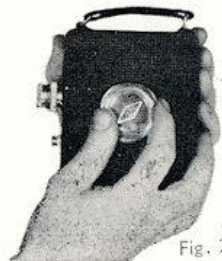

Fig. 2
Pour ouvrir la Caméra, tourner le bouton molleté marqué « CHRISTEN » (fig. 2) dans le sens opposé des aiguilles d'une montre. Après avoir enlevé le couvercle, l'on voit : l'axe support (A) de la bobine débitrice et l'axe mobile (F). En bas l'axe récepteur et d'entraînement (B), puis les axes fixes G, C, D, E. Enfin à gauche le couloir et son presse-film (K). Le tracé blanc indique le chemin que doit parcourir le film.